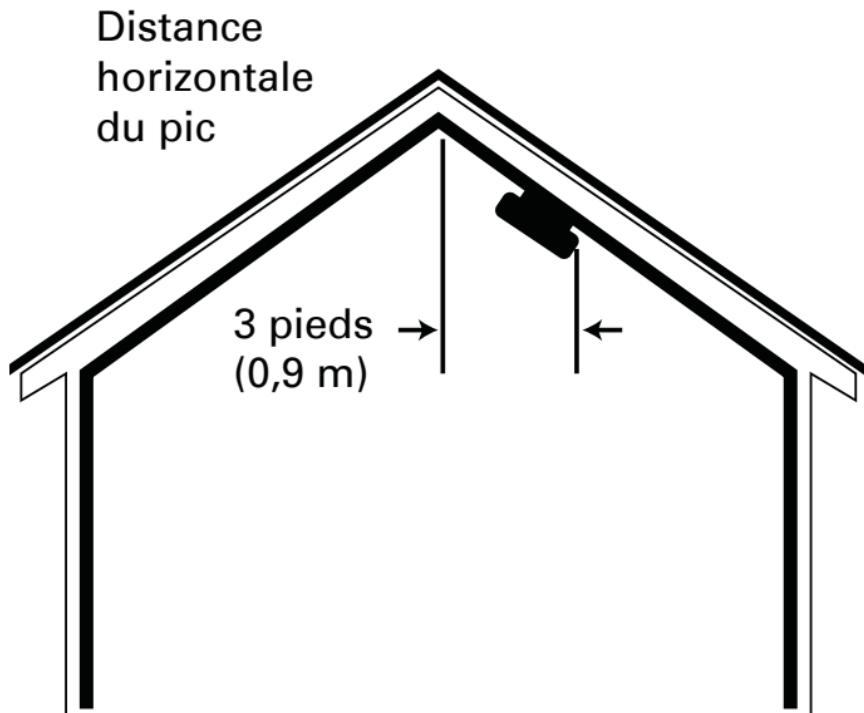

Figure 2: Emplacement recommandé pour le détecteur de fumée dans les salles dont le plafond est incliné, pointu ou à pignons.
- Dans les salles dont le plafond est incliné, pointu, ou à pignons, installez les détecteurs à une distance de moins de trois pieds (0,9 mètres) mesurés horizontalement à partir du point le plus élevé du plafond. Voir la figure 2.